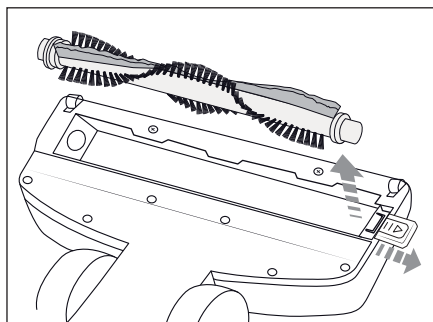

Fig. 7
- 2) Glissez le verrouillage vers l'extérieur et retirez le rouleau brosse **15** de la buse de sol (fig. 7).